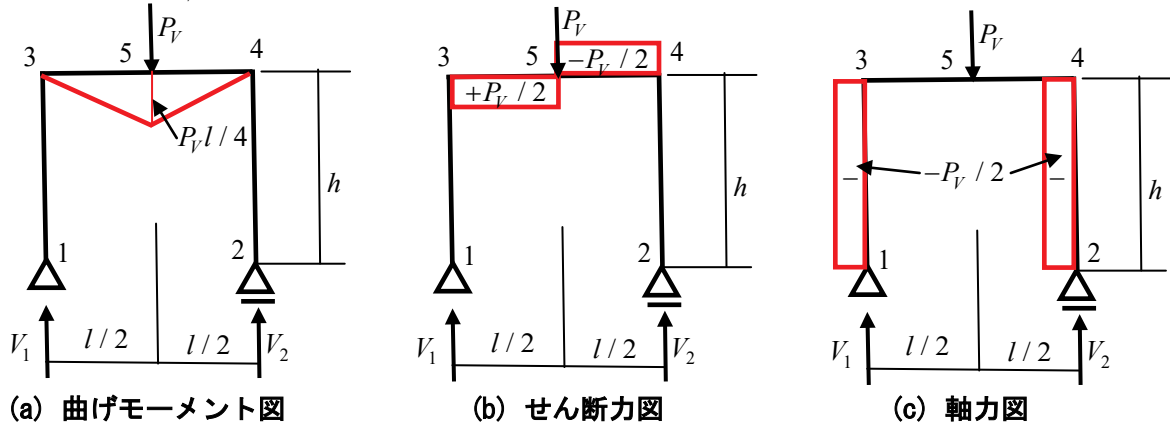

図 13 梁中央鉛直集中荷重を受ける門型ラーメンの断面力図
であり、節点 4 では柱とのモーメントの釣合よりゼロとなる。曲げモーメントは反力点より遠ざかるに従って、反力の矢印のしっぽ方向に向かって増加するため、図 13 (b) となる。節点間 3-5 も同様に、節点 5 にお
6) 図 13 の水平荷重を受ける門型ラーメン(逆対称荷重)